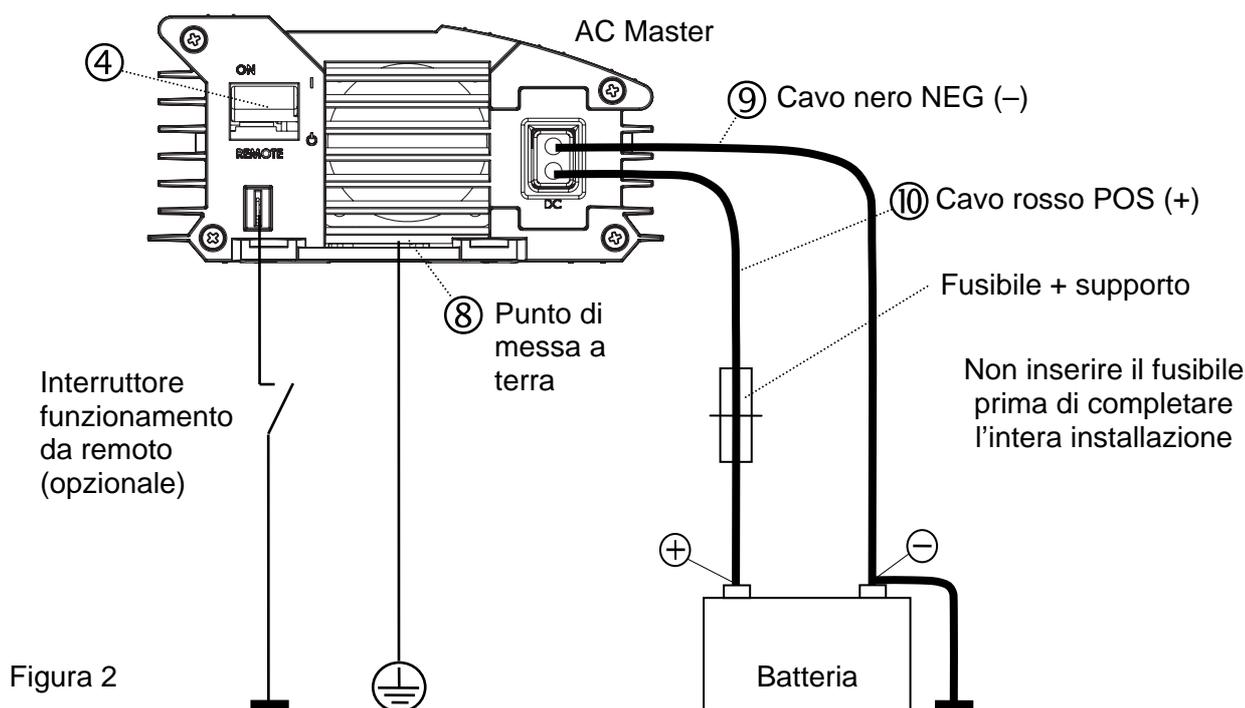

Figura 2
- Cavo CC. Collegare il cavo CC come illustrato nella figura 2: il cavo nero (9) NEG (-) al polo negativo (-) della fonte di alimentazione/batteria, il terminale rosso (10) POS (+) al polo positivo (+) della fonte di alimentazione/batteria. Inserire un supporto fusibile CC nel cavo positivo della batteria, ma non inserire ancora il fusibile. Assicurarsi che i collegamenti CC siano saldi.
- Messa a terra del telaio: Usare un cavo AWG8 / 6 mm2 per collegare il punto di messa a terra (8) alla messa a terra centrale.
- Modelli da 120V (n. pezzo 28520350): il connettore neutrale N dell'uscita CA (1) è collegato automaticamente al terminale di messa a terra quando l'inverter si trova in funzione.
- Modelli da 230V: il connettore neutrale N dell'uscita CA (1) non è collegato al terminale di messa a terra D.
- Interruttore di funzionamento a distanza (opzionale). Se si desidera mettere in funzione AC Master da un luogo distante, installare un interruttore come illustrato nella figura 2. Una volta chiuso il contatto, AC Master viene acceso.